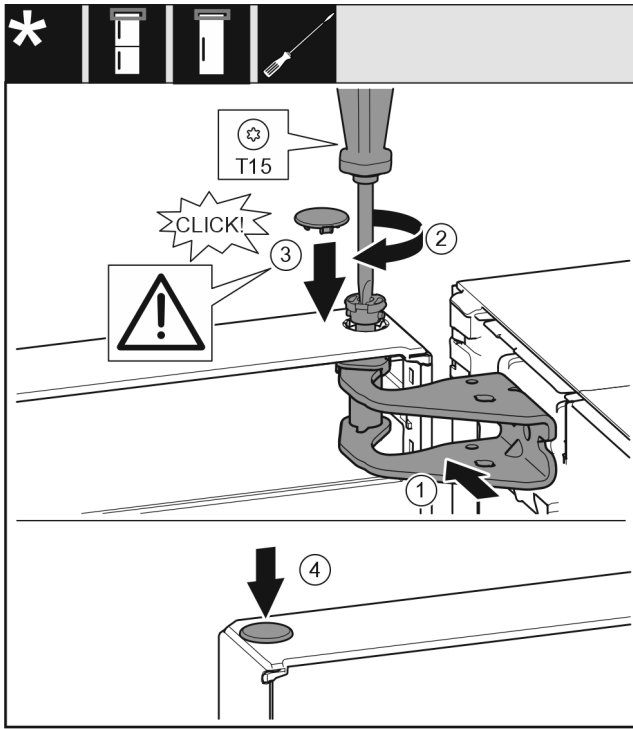

Fig. 24
- Išlygiuokite duris viršuje į atraminės gembės Fig. 24 (1) angą.
- Įstatykite kaištį Fig. 24 (2) ir tvirtai prisukite atsuktuvu.
- Įstatykite dengiamąją plokštelę Fig. 24 (3).
- Patikrinkite, ar dengiamoji plokštelė Fig. 24 (3) priglunda prie durų.
- Įstatykite dengiamąją plokštelę Fig. 24 (4).